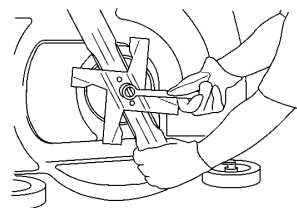

Figure 28
4. Fixer la lame à l'aide de l'écrou de lame (Fig. 28).